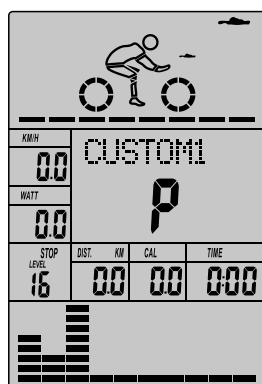

图 33
- F. 第一段负荷闪烁，按 UP/DOWN 键（或旋转）设定希望运动在该段时间的负荷大小，然后按 ENTER 键确认所设置的负荷值。采用同样的方法设定第二至第十段的负荷值。（如图33）